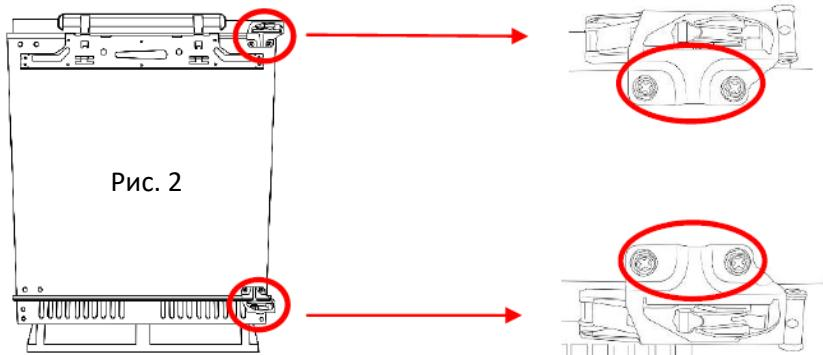

Рис. 2
- 2.** При закрытой двери снимите винты с верхней и нижней петель, которые удерживают дверь прибора на петлях. Сначала снимите винты с верхней петли, потом с нижней (Рис.2).